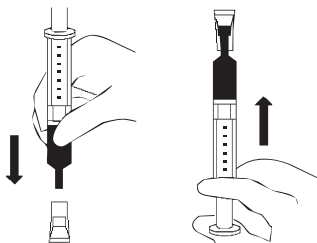

図3
7. 図3のようにシリンジにフィルター・プロをセットし、その後フィルター・プロをねじ込むようにしてシリンジにしっかりと装着してください。
6. 活栓を閉め、シリンジを活栓から外します。図3のようにシリンジにフィルター・プロをセットし、その後フィルター・プロをねじ込むようにしてシリンジにしっかりと装着してください。
5. 活栓を閉め、シリンジを活栓から外します。図3のようにシリンジにフィルター・プロをセットし、その後フィルター・プロをねじ込むようにしてシリンジにしっかりと装着してください。